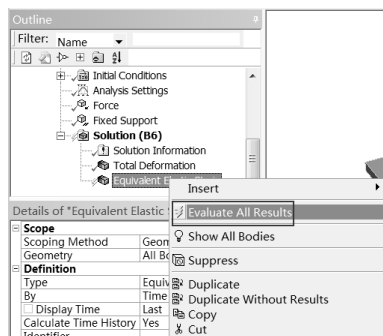

图 11-33 后处理 (2)
Step6: 在 Outline (分析树) 中的 Solution (B6) 选项上右击, 在弹出的快捷菜单中选择 Evaluate All Results 命令, 如图 11-33 所示, 此时会弹出进度显示条, 表示正在求解, 当求解完成后进度条自动消失。